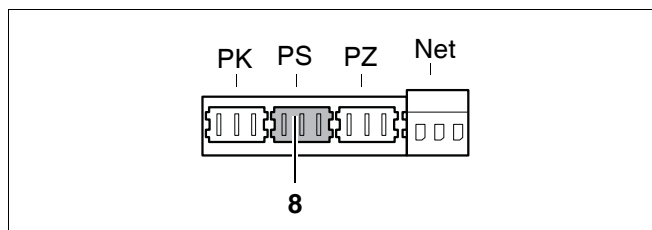

Fig. 41 Klemrække – beholderpumpe 230 V (tilslutningsfarve grå)
- Slut beholderpumpen til det grå stik PS (fig. 41, pos. 8). Maksimalt tilladt strømforbrug for pumpen = 250 W.